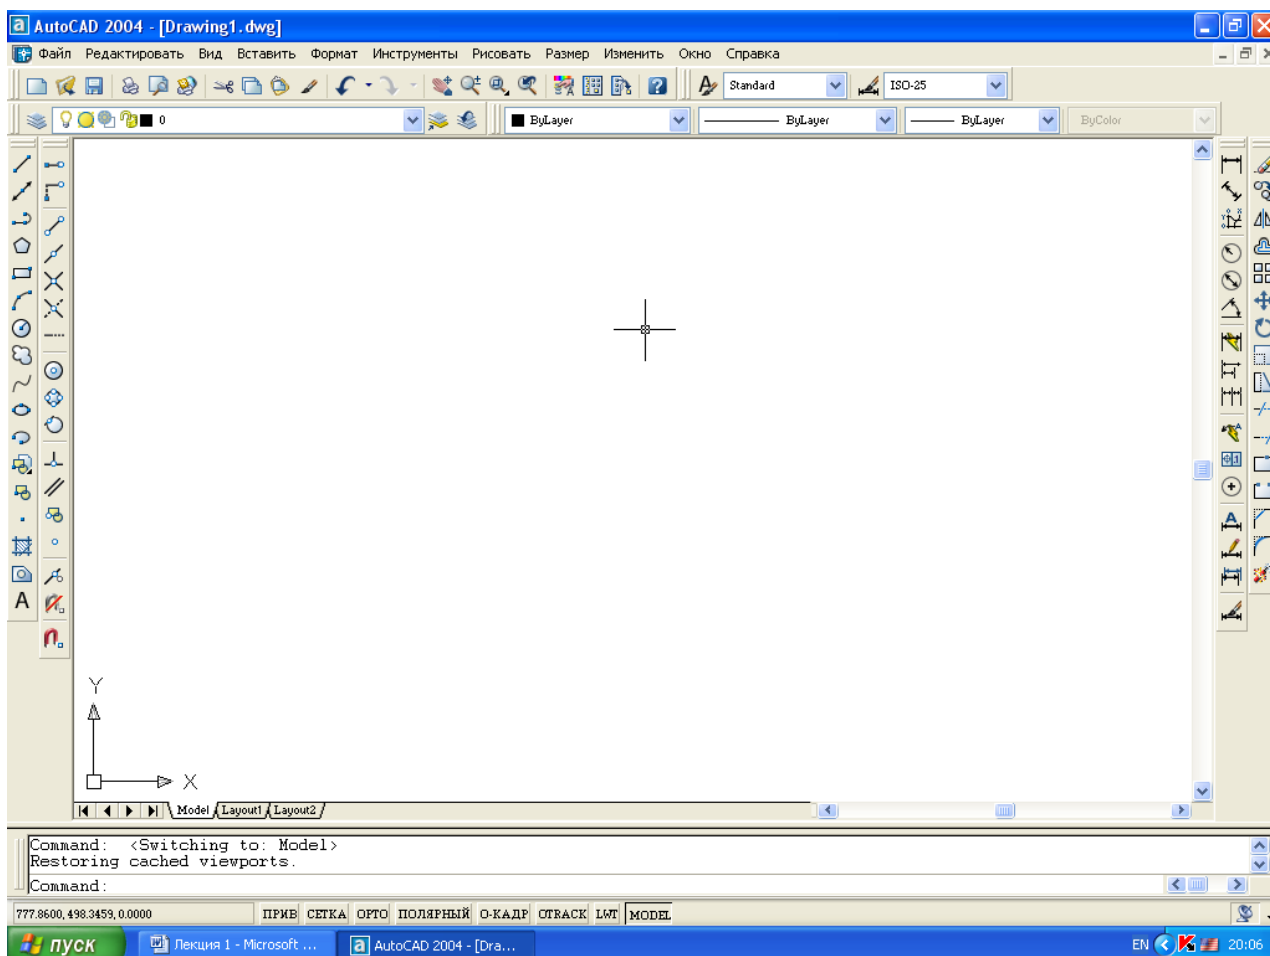

Рис.3.
**Рабочее окно AutoCAD** – это область, где отображается чертеж и команды, используемые для создания, редактирования, просмотра и вывода на печать чертежа. На рабочем окне AutoCAD отображены: (Рис.3)